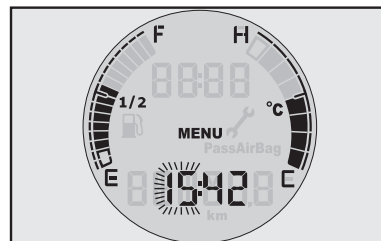

fig. 41
Versões com comando no painel - fig. 41
- Pressionar MENU ESC para permitir o ajuste (a hora ou os minutos lampejam **fig. 41**);